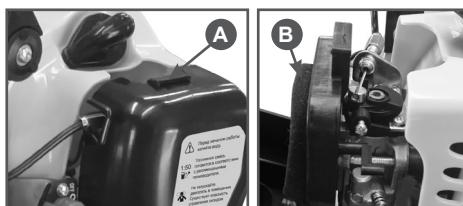

Рис.9 Снятие воздушного фильтра
1. Открутите барашковую гайку (A) и снимите крышку воздушного фильтра (Рис.9).